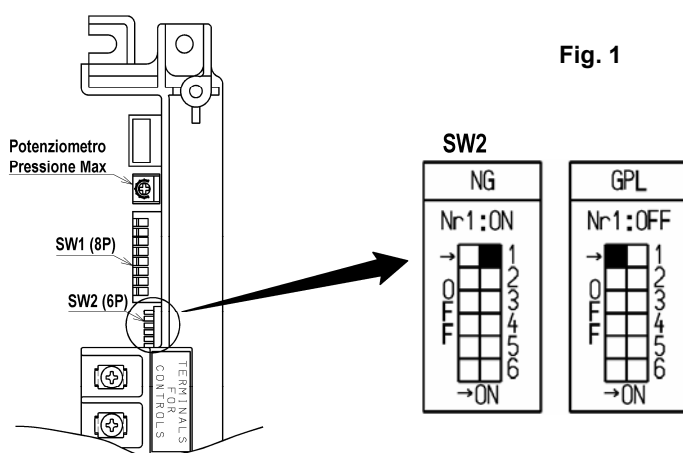

Fig. 1
4. Verificare che il tipo di gas selezionato tramite la posizione dei microinterruttori del PCB (Fig.1) coincida con il gas dell'impianto.